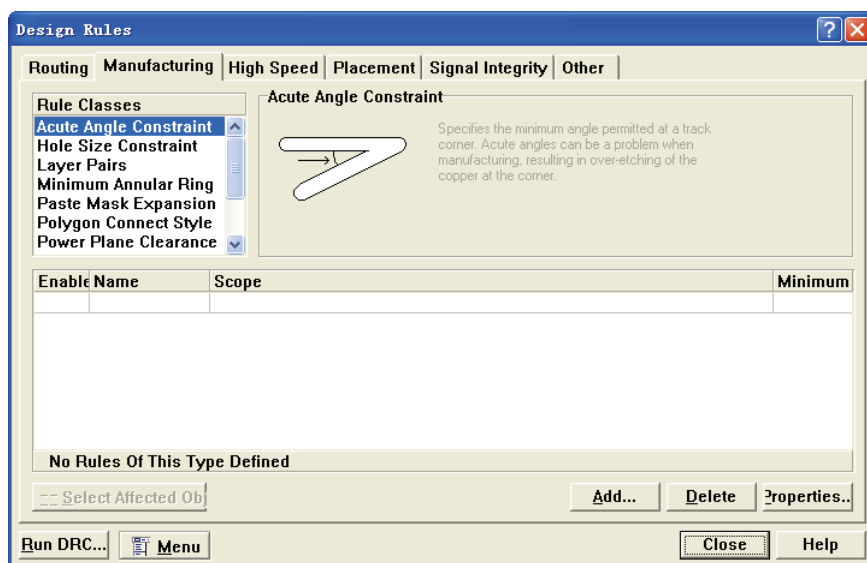

图 7-17 “Manufacturing”选项卡
(2) “Manufacturing” PCB 制作工艺规则, 如图 7-17 所示。